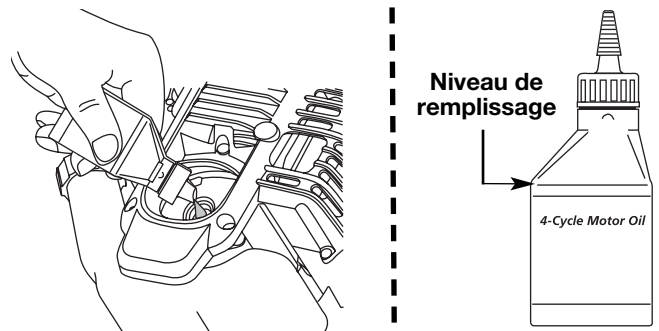

Fig. 21
6. Si le niveau est trop bas, ajoutez un peu d'huile par l'orifice et revérifiez (Fig. 21). Continuez jusqu'à ce que le niveau d'huile atteigne le haut de la jauge.
**REMARQUE :** Mesurez la quantité nécessaire à l'aide de la bouteille et de la buse utilisées lors de la mise en service. 90 ml (3,04 oz) correspond environ au haut de l'étiquette de la bouteille (Fig. 21). Vérifiez le niveau d'huile avec la jauge. S'il est trop bas, ajoutez un peu d'huile par l'orifice et revérifiez (Fig. 21). Ne remplissez pas trop.